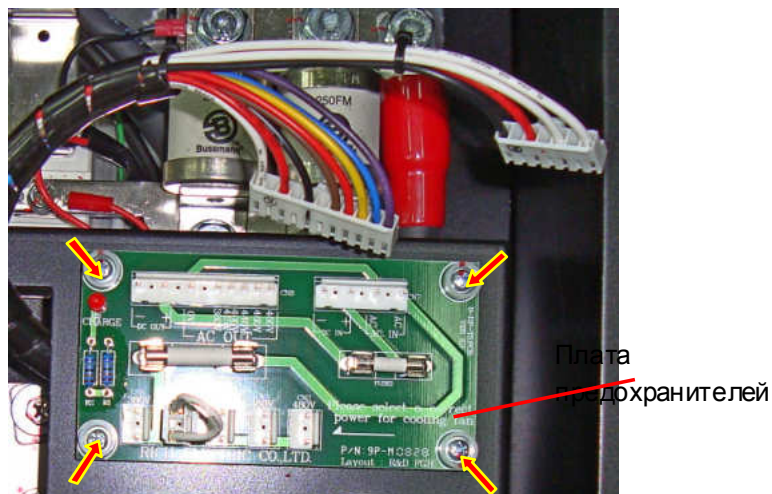

Рис. 6.6.
6.5.1. Отсоединить розетки разъемов CN7 и CN8 платы, а затем, выкрутив четыре винта (рис. 6.6), демонтировать плату предохранителей и положить ее в тару.